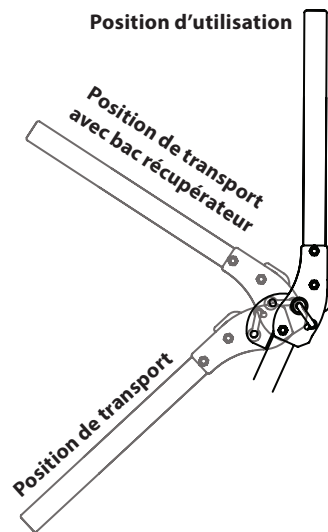

Figure 3-2
La Figure 3-2 illustre les trois positions de la structure de protection anti-retournement qui sont décrites ci-dessous.
- Placez la structure de protection à la position désirée : la position de transport (a), la position de transport avec bac récupérateur (b) et celle d'utilisation (c). Voir Figure 3-2.